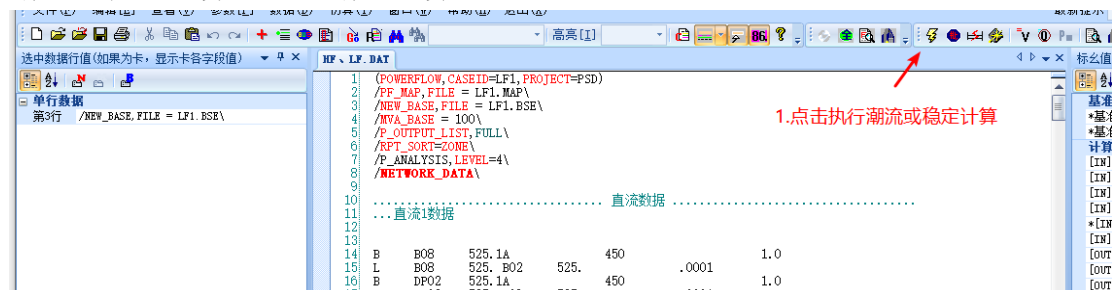

图3 执行潮流计算
1) 以高、低频场景为例, 利用 PSDEdit 打开 HF、LF.dat 文件。点击【执行潮流或稳定计算】进行潮流计算, 如图 3 所示。